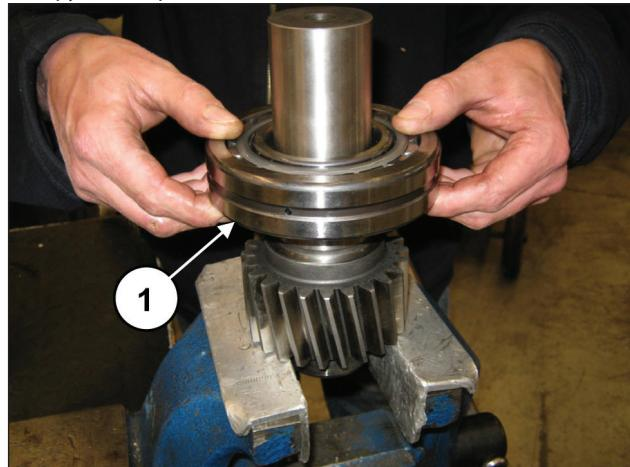
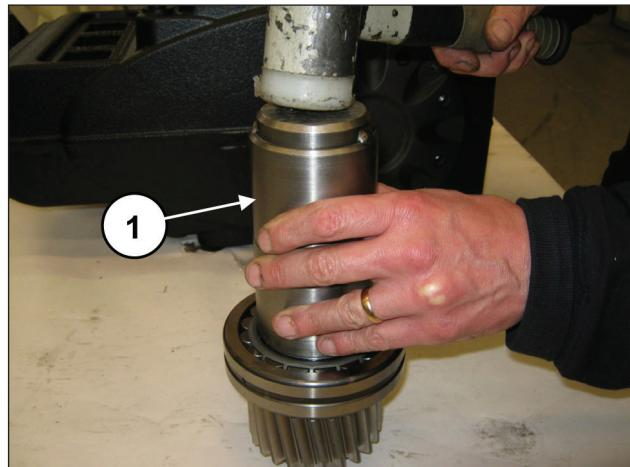

Рис. 83
Рис. 84
С другой стороны шестерни предварительно установите подшипник 55x120x29 (поз. ①, Рис. 83) до упора с помощью инструмента арт. 27604800 (поз. ①, Рис. 84).